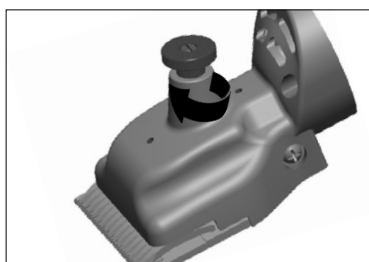

Figure 3
- starta aldrig maskinen utan korrekt monterade skärblad • voltangivelsen på typskylten och nätspänningen måste stämma överens • undvik all kontakt med de rörliga skärbladen • placera alltid maskinen på torrt underlag och förvara den i torra utrymmen • undvik att vidröra en maskin som har kommit i kontakt med vätskor. Klipp aldrig våta djur. Vätskor som tränger in i maskinen minskar den elektriska isoleringen. För rengöring av maskinen använd endast en torr trasa eller pensel/borste • ställ reglaget på avstängt läge (**bild 3**) innan du byter batteriblock • använd inga skadade skärblad med avbrutna tänder. Arbeta endast med vassa skärblad. Använd endast originalsärblad • stick aldrig in något i någon av maskinens öppningar. Motorljudet kan göra djur oroliga. Sparkar eller djurets kroppsvikt kan leda till allvarliga skador. Djuret måste därför bindas upp ordentligt • klippningen av djuret får endast ske på platser där inga obehöriga har tillträde • klipp endast i välventilerade utrymmen och aldrig i närheten av explosiva ämnen.
Före klippningen: Koppla från maskinen (**bild 3**) och vrid justerskruven tills ett första motstånd känns. Vrid sedan justerskruven ytterligare ett $\frac{1}{4}$ varv.
Reglaget har två lägen (**bild 3**, visar läge 0)